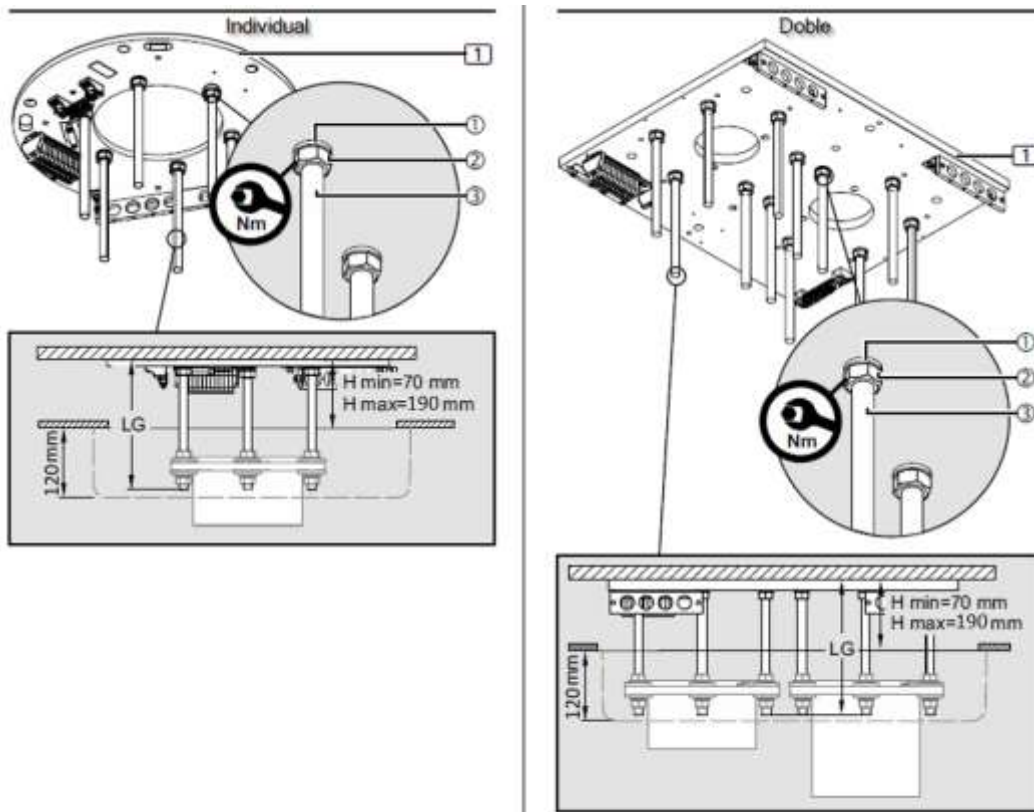

Abb.13 Montage der Schnittstellenplatte mit Zwischendecke, COLUMN ROTATION und nicht motorisierten Armen
- Die Deckenblende (3) wird später bündig mit der Decke so montiert, dass sie den Verankerungsflansch abdeckt.
- Die erforderliche Länge der Gewindebolzen M20 x 300 mm (1) hängt vom Abstand H ab: von der Decke bis zur Unterkante der Zwischendecke (2).
- Beachten Sie die Mindest- und Höchstlänge der Gewindebolzen M20 x 300 mm (1).
- Für die Dachverkleidung (3) mit einer Höhe von 120 mm müssen die Gewindebolzen 6/12 M20 x 300 mm (3) wie in Abb. 13 dargestellt gekürzt werden.
- Zur Bestimmung der Länge LG der Gewindeschrauben (1) gilt: $LG = H + 110$ mm (min. 170 mm / max. 300 mm) für COLUMN ROTATION $H_{max} = 210$ mm und die Länge der Gewindeschraube beträgt $LG = H + 90$ mm (min. 160 / max. 300 mm).
- Entfernen Sie leicht die Grate von den Gewindebolzen M20 x 300 mm (1), um einen maximalen Sitz des Gewindes in der Schnittstellenplatte (1) zu gewährleisten.
- Schrauben Sie jeweils 1 Sechskantmutter M20 ② auf die Gewindebolzen M20 ③ und legen Sie dann jeweils 1 Federscheibe ① auf.